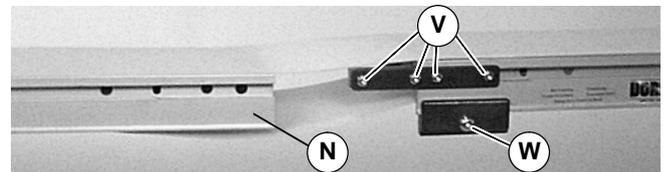

Abbildung 6
5. Den Förderbandrahmen (N siehe Abbildung 6) in die Bandschleife plazieren.